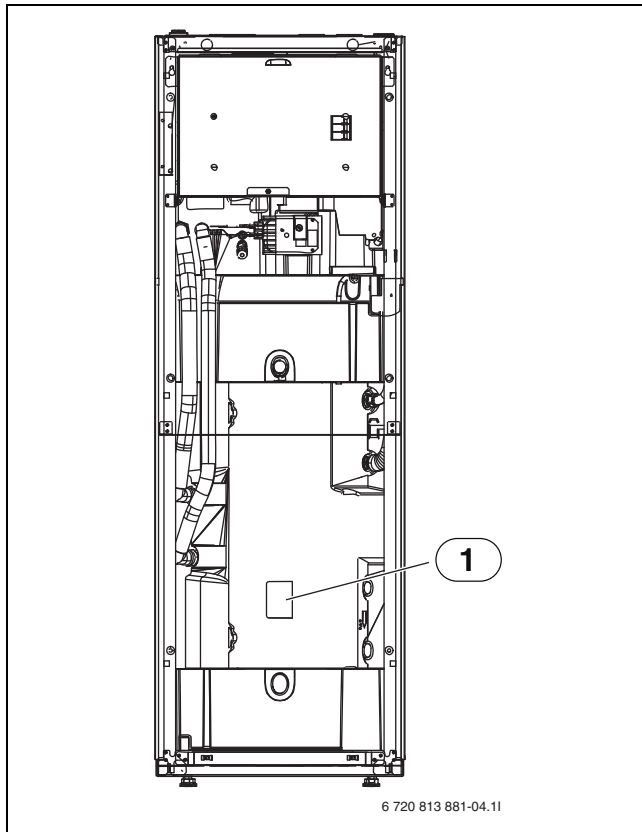

Fig. 45 TW1 og TS2 føler
- ▶ Montering af beholderføler TS2 (→ fig. 45).